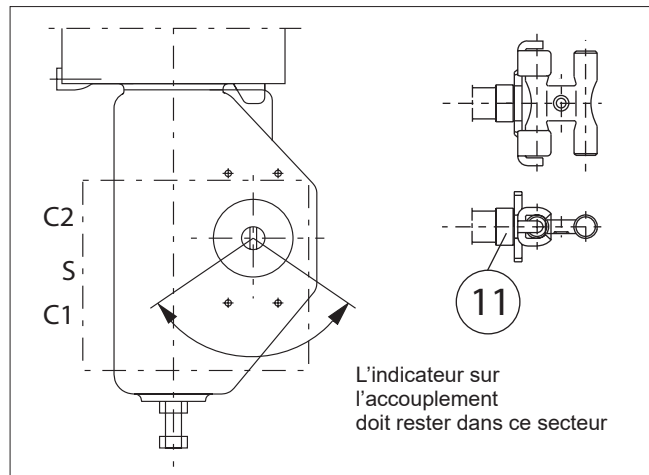

Fig. 3. Montage sur actionneur Neles avec face de montage VDI/VDE
- Montez la pièce d'accouplement en H (47) sur l'axe. Enduisez la vis (48) de frein-filet et serrez-la fermement.
- Retirez tous les bouchons de protection en plastique des raccords pneumatiques (x5). Posez les bouchons métalliques (54) enduits de produit d'étanchéité sur les raccords non utilisés sur le dessous du contrôleur.
- Actionneurs BJ et autres actionneurs à simple effet : posez un bouchon métallique (53) enduit de produit d'étanchéité sur le raccord C1.
- Placez la flèche d'indication de l'actionneur dans le sens de position de l'obturateur de la vanne, et fixez l'étrier (2) sur le couvercle de l'indicateur dans la position montrée aux sections 12.5-12.7. Fixez la vis à l'étrier en l'enduisant de frein-filet, par exemple Loctite, puis serrez fermement.
- Fixez le support (1) au contrôleur ND.
- Fixez le support (1) à l'actionneur. L'accouplement d'axes du contrôleur ND doit entrer dans l'étrier (2) de façon à ce que l'indicateur de la rondelle d'axe (16) se trouve dans la position indiquée à la Fig. 3.
- Retirez les bouchons de protection en plastique des raccords pneumatiques C2, S et C1. Laissez les bouchons métalliques (54) sur les raccords inutilisés sur le dessous du contrôleur.
- **Actionneurs BJ et autres actionneurs à simple effet** : posez un bouchon métallique (53) enduit de produit d'étanchéité sur le raccord C1.
- Fixez le support (1) au contrôleur.
- Fixez le support (1) à l'actionneur. L'accouplement d'axes du contrôleur doit entrer dans l'étrier (2) de façon à ce que l'indicateur se trouve dans la position indiquée à la Fig. 3.